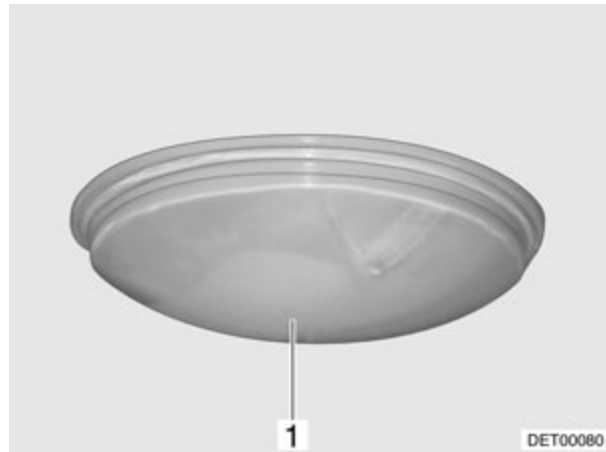

Fig. 160 Lámpara de techo
- Girar y retirar el vidrio (Fig. 160,1).